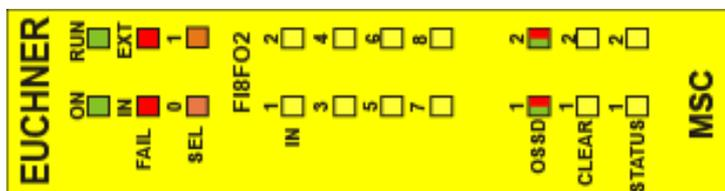

Figura 15:
8.3.3. Modulo FI8FO2 (Figura 15)